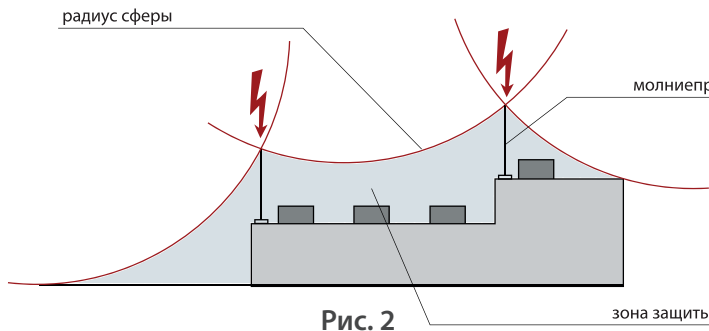

Рис. 2
- метод катящейся сферы (шара) – для любого случая (рис. 2)